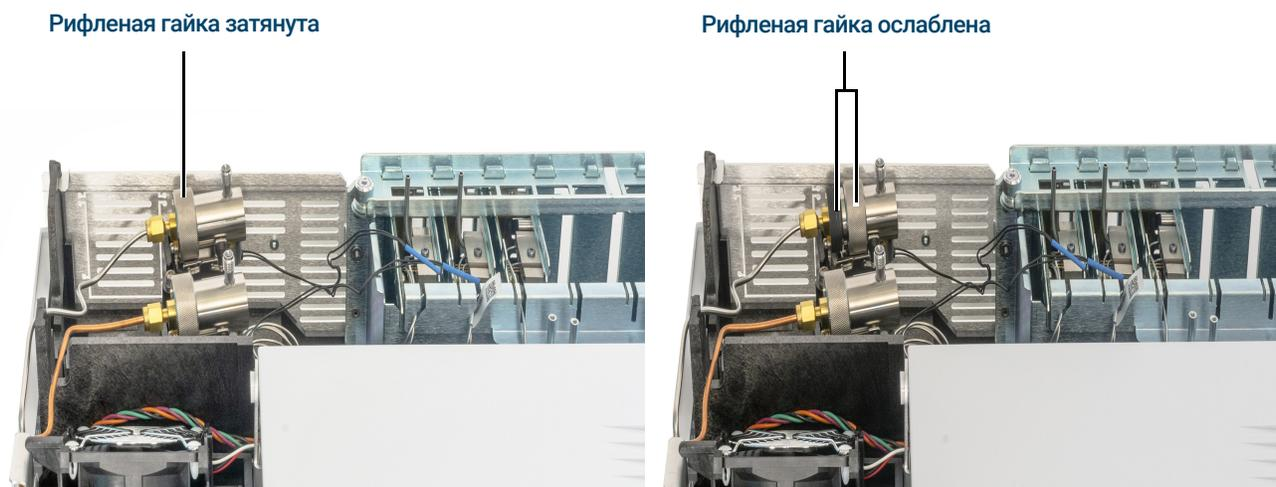

Рис. 7. Ослабление рифленой гайки
- 4 Полностью ослабьте рифленую гайку, фиксирующую фильтр сброса с делителя потока, как показано на **Рис. 7**.